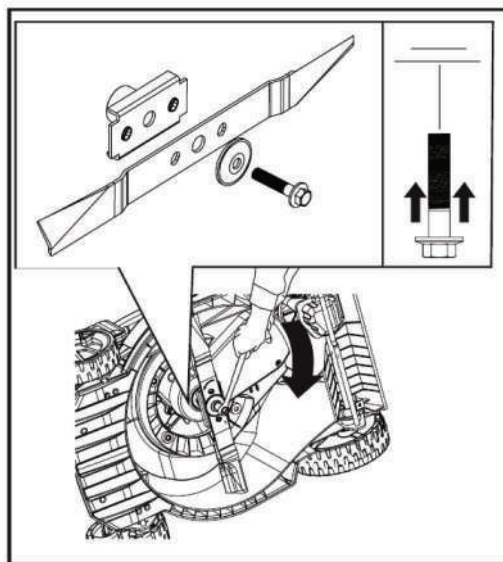

Рис. 19
3. Удерживая нож, открутите болт крепления ножа (Рис. 19)